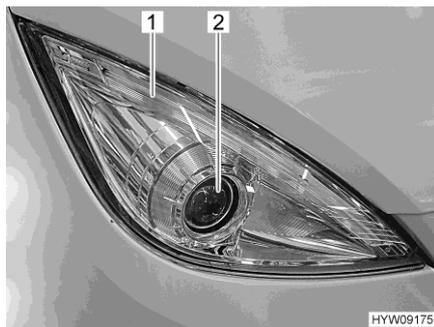

Fig. 147 Faro anteriore
La luce diurna e l'indicatore di direzione sono lampade LED (Fig. 147,1). Per sostituire i LED rivolgersi a un concessionario autorizzato o a un punto di assistenza.
**Faro anabbagliante/abbagliante (Fig. 147,2)**